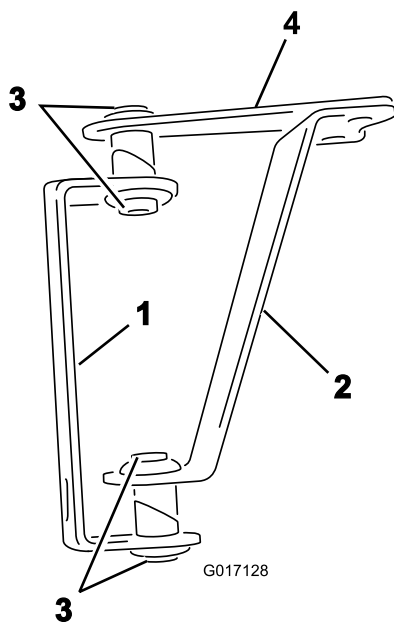
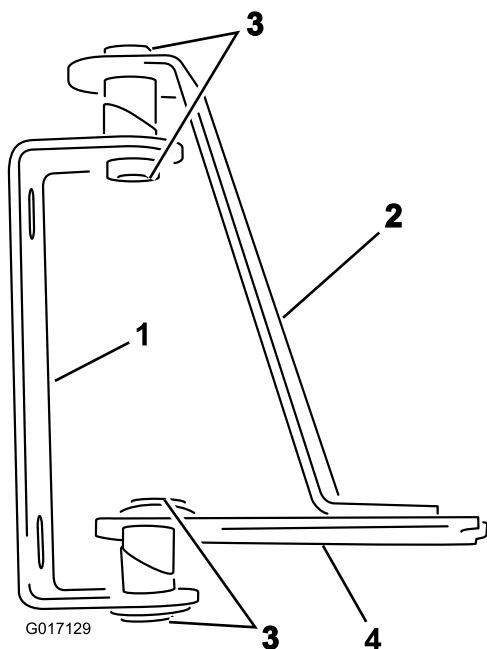

図 2
図 3
1. 蝶番とストラップを、図 2 (カバー無しブーム用) または 図 3 (カバー付きブーム用) のように配置する。
2. ヒンジとストラップに溶接されているチューブに、図 2 または 図 3 のようにブッシュを差し込む。